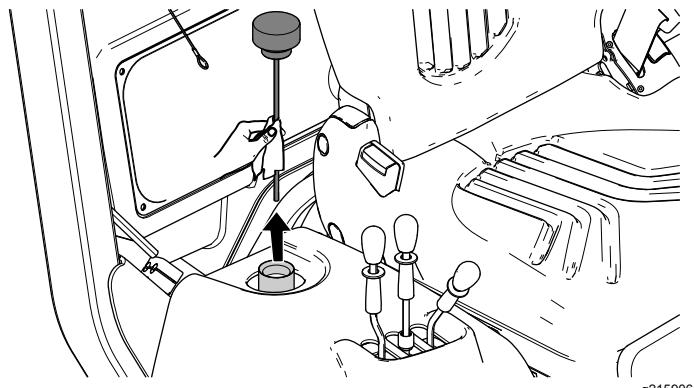

図 98
4. 油圧オイルタンクからディップスティックを抜きウェスで一度きれいに拭く図 98。